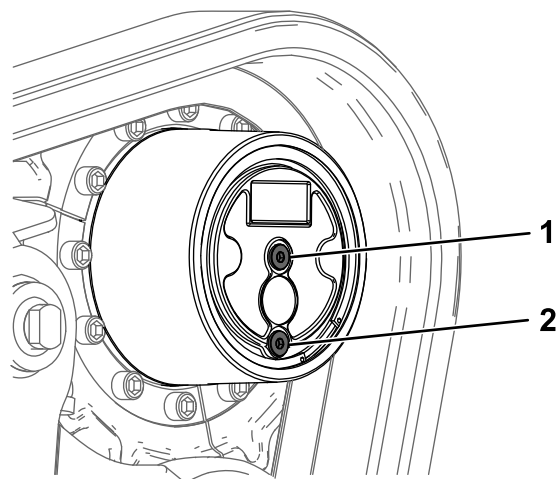

Figure 65
2. Garez la machine sur une surface plane et horizontale en plaçant le bouchon de vidange à la position 6 heures (Figure 65), serrez le frein de stationnement et abaissez les bras de la chargeuse.
5. Enlevez le bouchon de contrôle et le bouchon de vidange, et vidangez l'huile pour engrenages (Figure 65).
6. Remettez le bouchon de vidange en place (Figure 65).